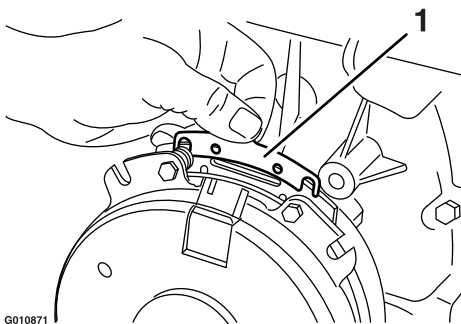

**Figura 89**
- A. Afloje ambos pernos de montaje del freno entre media y una vuelta, según se muestra en Figura 89.